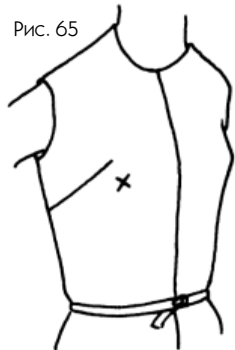

Рис. 65
18. Вытачка от груди заложена слишком высоко (рис. 65).
Лучше если ее вершина будет расположена на уровне крестика, изображенного на рис. 65. На лифе пометьте эту точку при помощи булавки.